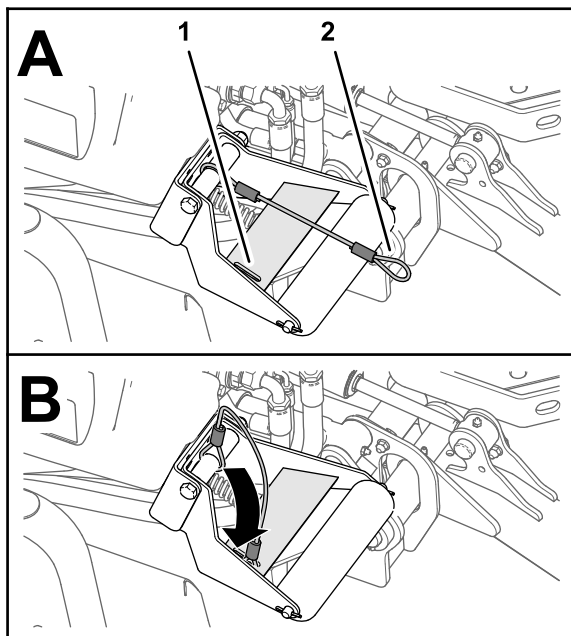

図 34
4. カuttingユニットを降ろした状態で、ランヤードの輪を、ローラサポートの補強プレートのスロットに差し込む 図 34。